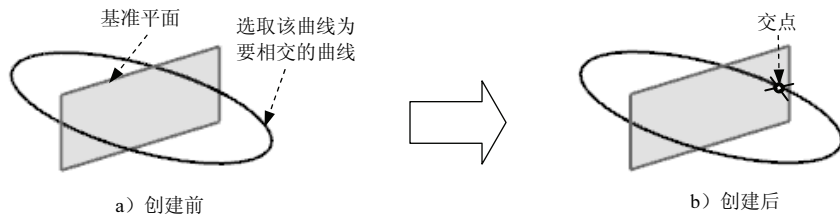

图 5.7.22 创建交点
“交点”命令可以通过用户指定的曲线与草图基准平面相交产生一个点。如图 5.7.22 所示的相交操作的步骤如下。
**Step 2** 进入草图环境。选择下拉菜单 **插入(S)** → **在任务环境中绘制草图(U)...** 命令，系统弹出“创建草图”对话框，选取图 5.7.22 所示的基准平面为草图平面，单击对话框中的 **确定** 按钮，进入草图环境。